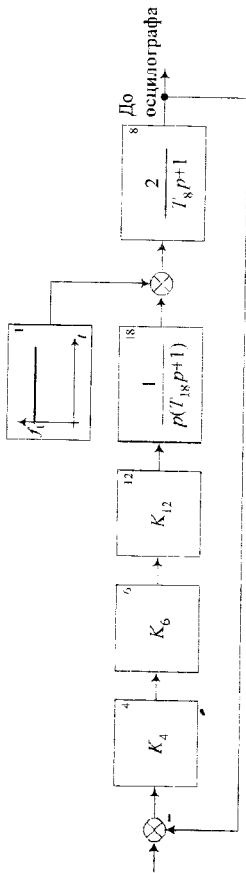
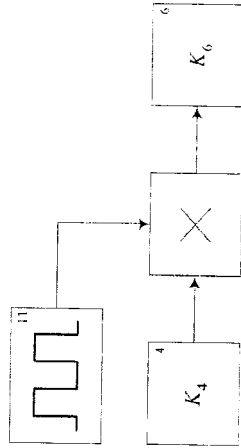

Рис. 18
Рис. 19
4. Зібрати модель неперервної замкнутої системи, схема якої зображена на рис. 18.
5. Зібрати модель замкнутої імпульсної системи, підключивши послідовно між елементами 4 і 6 системи, схема якої зображена на рис. 18, імпульсний елемент (рис. 19).